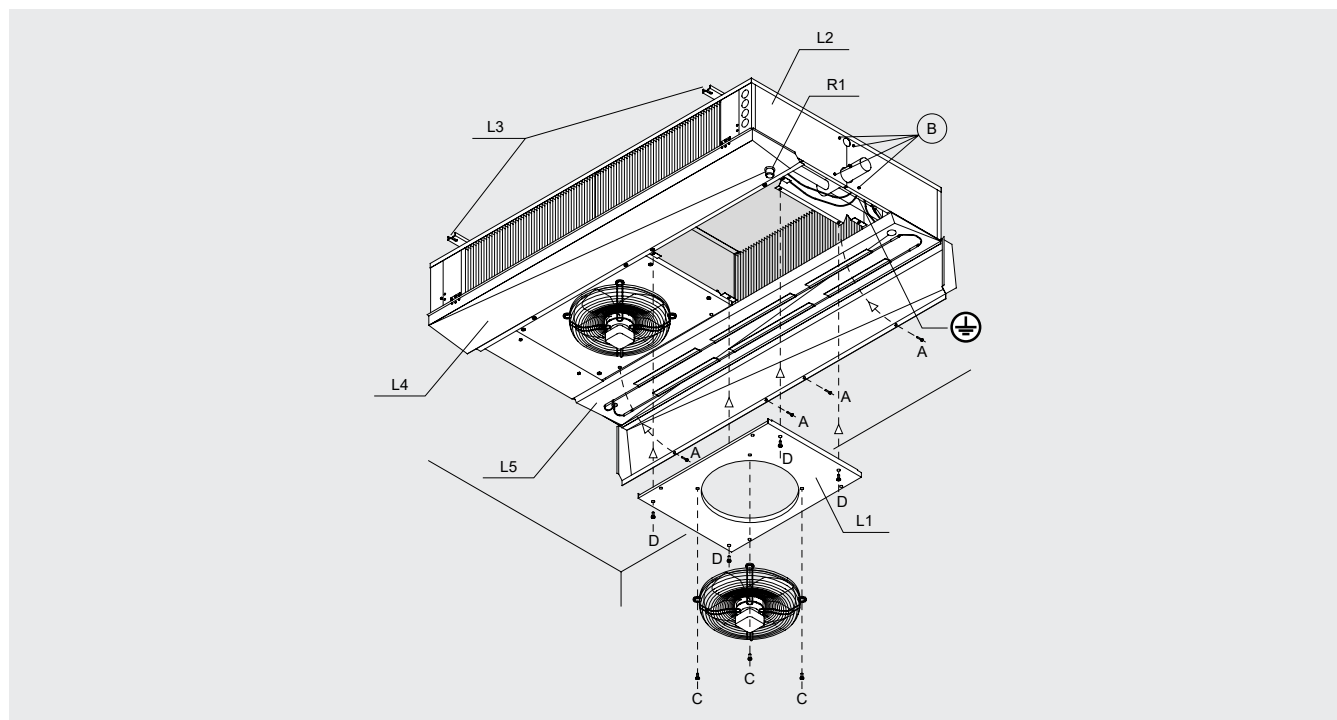

Figura 5
- 8.2 Svitare i pomelli di fissaggio A per aprire le vaschette L4; accompagnarle lentamente fino alla posizione rappresentata in "Figura 5".